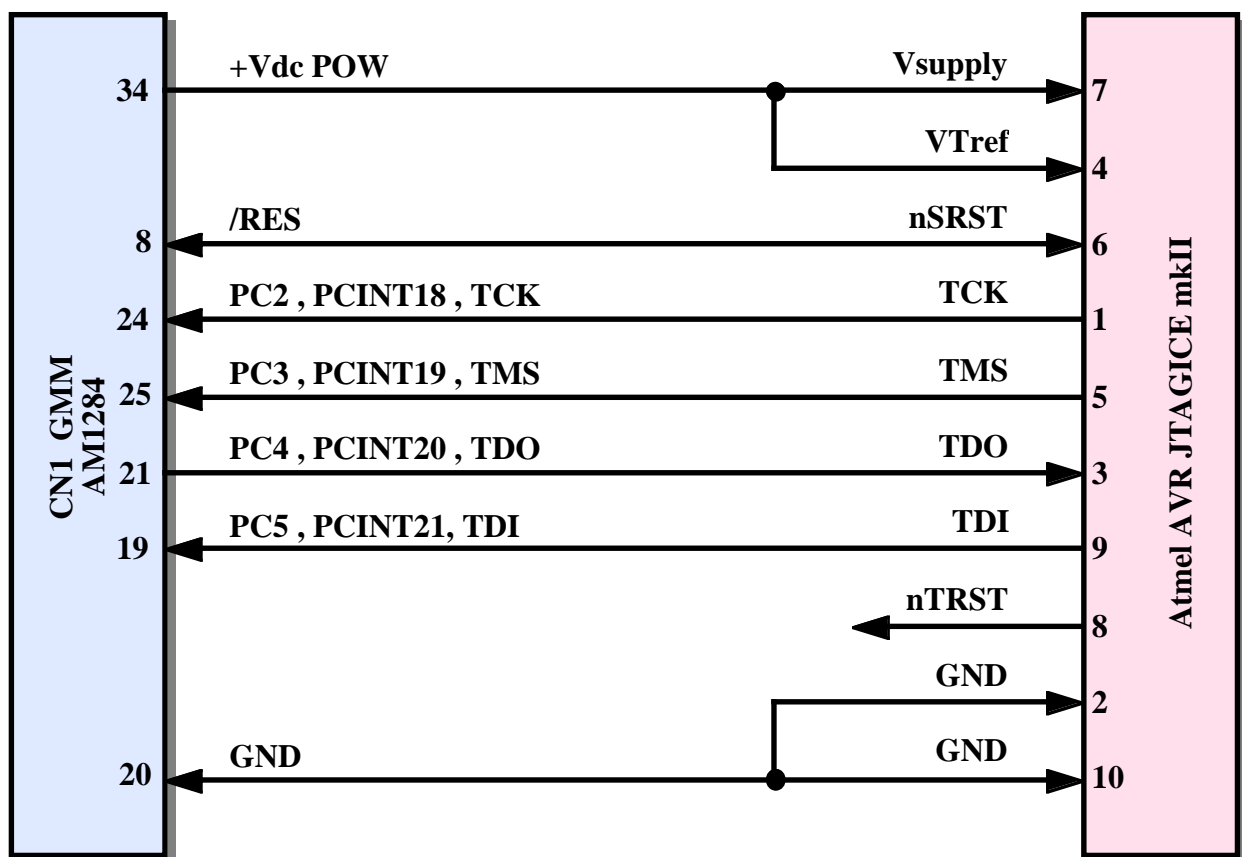

FIGURA D17: COLLEGAMENTO JTAGICE MK II
- d) Eliminare il collegamento ISP usato al punto precedente per programmare i fusibili e collegare il **JTAGICE mk II** all'interfaccia JTAG della **GMM AM1284**, provvedendo a collegare i 7 segnali della stessa, come da precedente figura D17.
- e) Come illustrato nella figura D17 l'interfaccia JTAG usa 5 segnali del Mini Modulo e la sua alimentazione. Per questo, durante l'uso del **JTAGICE mk II** i segnali collegati ai pin 8 (/RES), 19 (TDI), 21 (TDO), 24 (TCK), 25 (TMS) dello zoccolo, non possono essere usati dall'utente. Si ricorda che per riutilizzare tali segnali nella sua applicazione, l'utente oltre a scollegare il **JTAGICE mk II**, deve anche disattivare l'interfaccia del microcontrollore attivata al punto c.